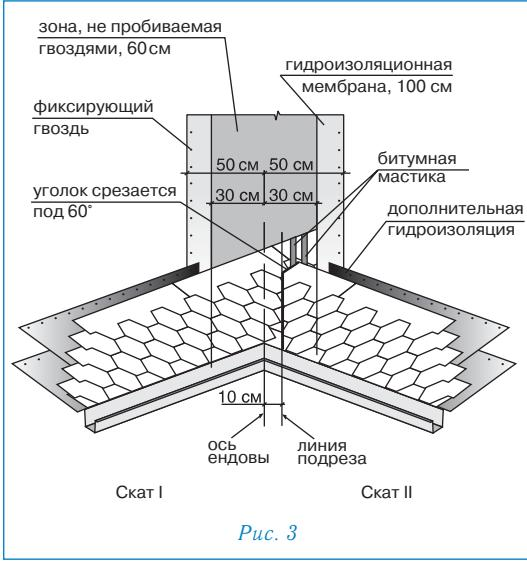

Рис. 3
### Ендова (рис. 3)
- лист, подходящий к ендove со ската II, должен доходить до линии подрезки и обрезаться по ней. Верхний уголок обрезанного края листа подрезается под углом  $60^{\circ}$  (5–3 см — рис. 3);